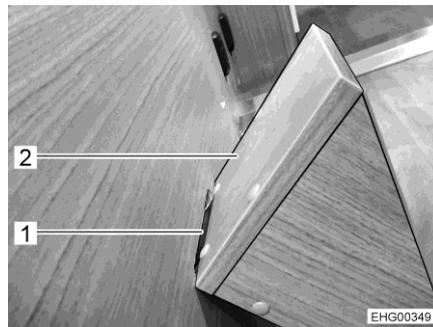
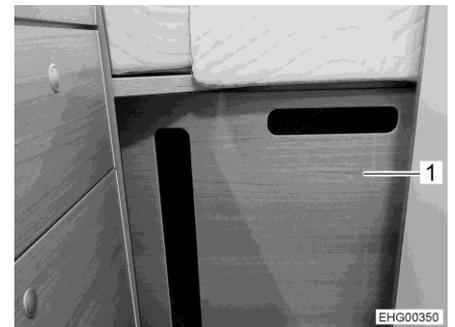

Fig. 40 Elemento pedana
Fig. 41 Parete intermedia con elemento pedana
- Agganciare l'elemento pedana (Fig. 40,2) nella sezione inferiore (Fig. 40,1) della parete intermedia (Fig. 41,1).
- Inserire la parete intermedia (Fig. 41,1) tra i letti longitudinali in coda. Per farlo, agganciare la parete intermedia nella seconda posizione (vista dalla cucina componibile).